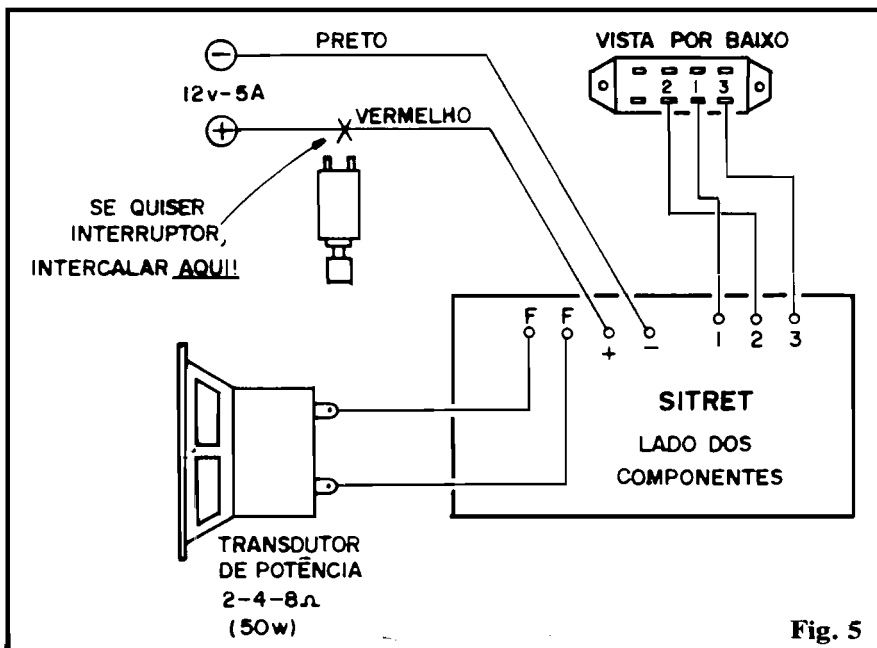
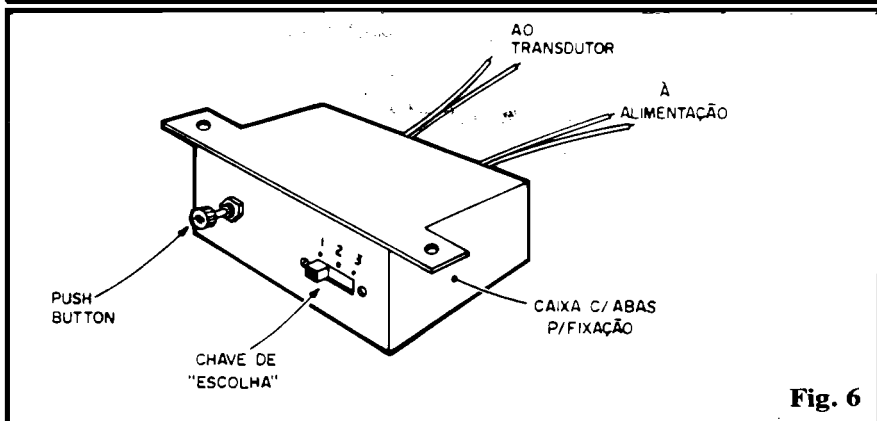

Fig. 5
Fig. 6
Em seguida, temos as ligações externas, entre a placa e a chave de seleção, a alimentação e o transdutor... Tais conexões estão nitidamente indicadas na fig. 5, que mostra a placa ainda pelo lado não cobreado (os componentes não são mais vistos porque, nesse estágio, não vem ao caso...). Observar a codificação das ilhas periféricas, destinadas a essas conexões externas, também na figura anterior (4). Os pontos que requerem cuidado referem-se às ligações à chave de seleção e a polaridade da alimentação (é bom usar o "velho código" de fio **vermelho** no **positivo** e **preto** no **negativo**...).
O "encaixamento" do circuito (ou seja: do módulo eletrônico, já que o transdutor certamente ficará **fora** da caixa...) dependerá de vários fatores, do tipo de utilização, do tamanho do dissipador acoplado ao transístor de potência, etc. Na fig. 6 damos uma sugestão para **container** destinado a uso automotivo (SITRET como buzina...). Uma pequena caixa padronizada, dotada de abas de fixação (para prendê-la sob o painel do carro...), com o **push-button** (ver fig. 5) e a chave de seleção no painel frontal. Os cabos para a alimentação e para o transdutor podem sair da traseira